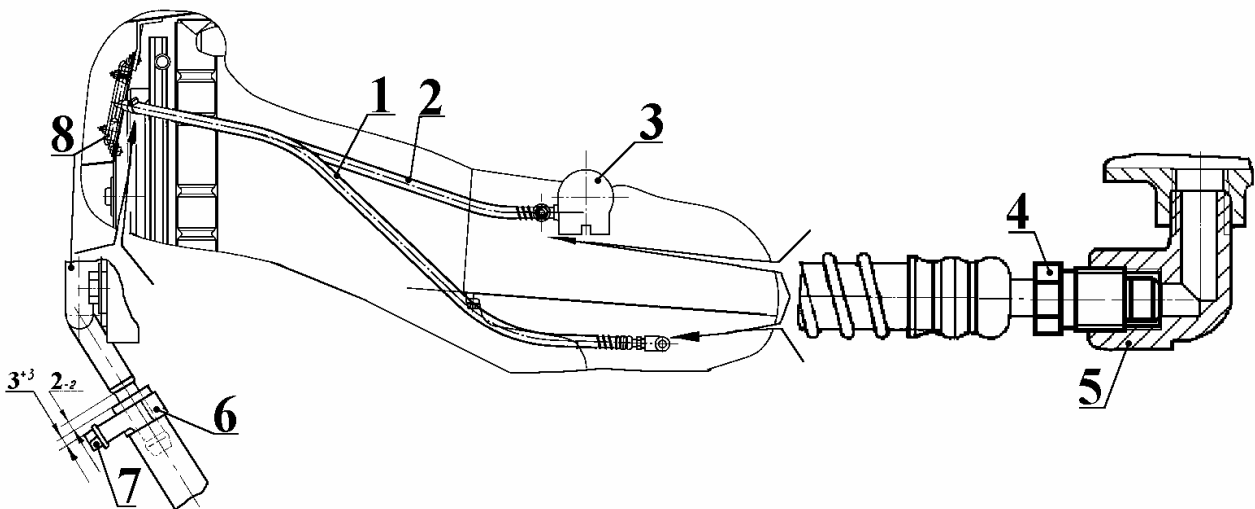

Рис. 7. Снятие и установка шлангов:
4) положение шлангов на патрубках радиатора и хомутов на шлангах должно соответствовать указанному на рис. 7.
8.1.1. Отсоединить подводящий шланг 2 (рис. 7) от радиатора 8, ослабив затяжку хомута 6. Заглушить отверстие конца радиатора 8 заглушкой
3) положение шланга 1, 2 на патрубках радиатора 8 и хомута 6 на шлангах 1, 2 должно соответствовать указанным на рис. 7